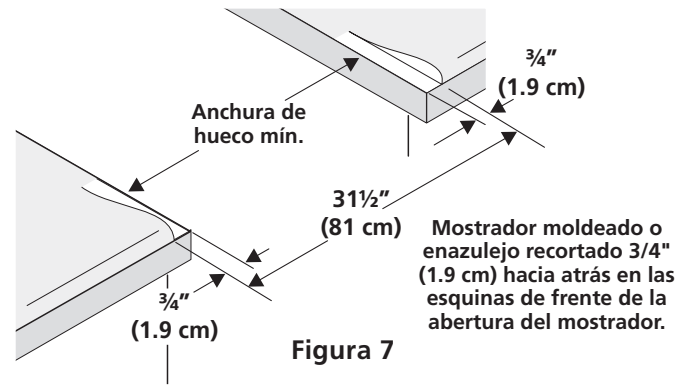

Figura 7
- **El reborde de frente de mostradores moldeados** deben tener bordes moldeados a  $3/4"$  (1.9cm) a partir de cada extremidad de la apertura (Figura 7).
- **Los mostradores enazulejos** deberán necesitar un recorte de  $3/4"$  (1.9 cm) a partir de cada extremidad y/o un borde redondeado aplanado (Figura 7).